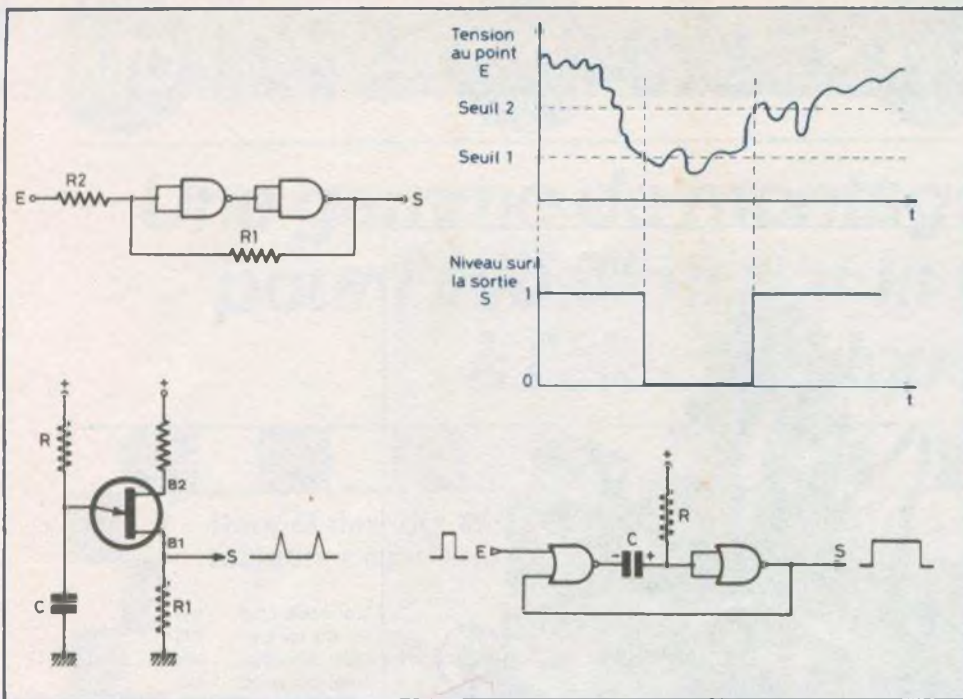

Fig. 2. à 5. — Quelques rappels des montages de base, tels que le trigger de Schmitt, l'oscillateur à UJT et le monostable constitué de deux NOR.
* Le trigger de Schmitt (fig. 2).